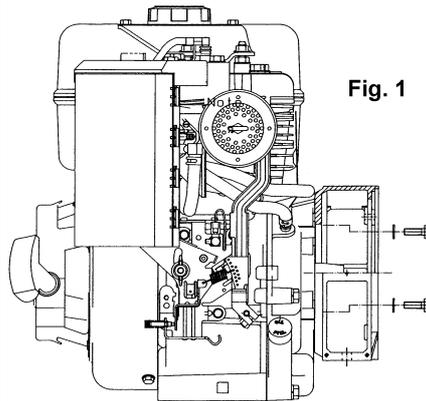
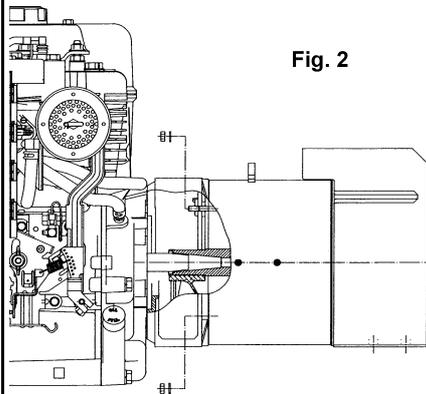
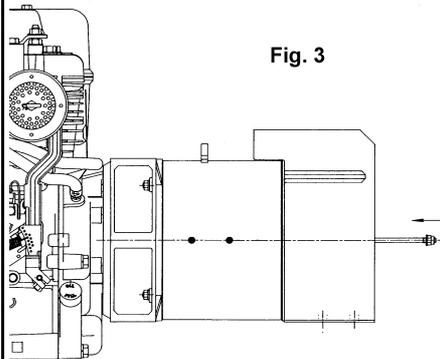
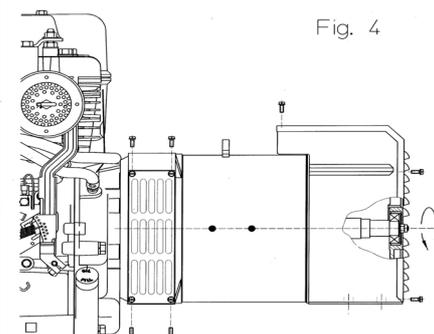

Fig. 1
Fig. 2
Fig. 3
Fig. 4
-) mount the front cover on the motor, fixing it with the appropriate screws and applying a tightening torque of $48 \pm 7\%$ Nm if using M10 screws or $21 \pm 7\%$ Nm for M8 screws (figure 1)
-) lock the alternator into the cover by fixing the four M8 nuts onto the bolts, applying a tightening torque of $16 \pm 7\%$ Nm (figure 2)
-) insert the central bolt into its housing and screw the nut (figure 3)
-) block the central stay rod, applying a tightening torque of $21 \pm 7\%$ Nm if you are using stay rods of M8, while if you are using M14 stay rods, apply a tightening torque of $120 \pm 7\%$ Nm; reassemble the lateral protective nets and the rear closing grid by applying a tightening torque of $3,5 \pm 7\%$ Nm to the M5 screws (figure 4)
| <p>En cas de montage d'un générateur série ECP3 ayant la forme constructive B3/B9, suivre les instructions suivantes:</p> <p>-) monter le couvercle avant sur le moteur en le fixant avec les vis prévues à cet effet et en appliquant un couple de serrage de $48\pm 7\%$ Nm si on utilise des vis M10 ou de $21\pm 7\%$ Nm en cas de vis M8 (figure 1)</p> <p>-) bloquer l'alternateur sur le couvercle en fixant les quatre écrous M8 sur les tirants, en appliquant un couple de serrage de $16\pm 7\%$ Nm (figure 2)</p> <p>-) enfiler le tirante central dans son logement et visser l'écrou (figure 3)</p> <p>-) bloquer le tirant central en appliquant un couple de serrage égal à $21\pm 7\%$ Nm si on utilise des tirants M8, alors que si on emploie des tirants M14, il faut appliquer un couple de serrage égal à $120\pm 7\%$ Nm; remonter les grilles de protection laterales et la grille de fermeture arrière en appliquant aux vis M5 un couple de serrage de $3,5\pm 7\%$ Nm (figure 4).</p> | <p>Bei Anschluß eines Generators der Serie ECP3 mit Bauform B3/B9 müssen die folgenden Anweisungen befolgt werden :</p> <p>-) den vorderen Deckel auf den Motor setzen und ihn mit Hilfe der entsprechenden Schrauben und einem Anzugsmoment von $48\pm 7\%$ festziehen, wenn Schrauben M10 verwendet werden, oder aber mit einem Anzugsmoment von $21\pm 7\%$ Nm bei Verwendung von Schrauben M8 (Abbildung 1)</p> <p>-) den Umwandler auf dem Deckel befestigen und ihn mit Hilfe der vier Schraubmutter M8 an den Zugstangen befestigen bei Aufbringen eines Anzugsmoments von $16\pm 7\%$ Nm (Abbildung 2)</p> <p>-) Die mittlere Zugstange in ihrem Sitz einstecken und die Schraubmutter schrauben (Abbildung 3)</p> <p>-) die zentralen Stellschraube mit einem Drehmoment von $21\pm 7\%$ Nm blockieren, sollten M8 Schrauben verwendet werden, während bei der Verwendung von M14 diese mit einem Drehmoment von $120\pm 7\%$ Nm anziehen; die seitlichen Schutznetze sowie das hintere Abschlußrost wieder aufsetzen und hierfür ein Anzugsmoment von $3,5\pm 7\%$ Nm auf die Schrauben M5 aufbringen (Abbildung 4).</p> | <p>En el caso de acoplamiento de un generador serie ECP3 con forma constructiva B3/B9, siga las instrucciones siguientes :</p> <p>-) monte la tapa anterior encima del motor sujetándola con sus tornillos y aplicando un par de torque de $48\pm 7\%$ Nm si utiliza tornillos M10, o de $21\pm 7\%$ Nm si utiliza tornillos M8 (fig. 1)</p> <p>-) sujete el alternador en la tapa fijando las cuatro tuercas M8 en los tirantes, aplicando un par de torque de $16\pm 7\%$ Nm (fig. 2)</p> <p>-) introducir el tirante central en su lugar y enroscar la tuerca (fig. 3)</p> <p>-) bloquear el tirante central aplicando una pareja de cierre igual a $21\pm 7\%$ Nm si se emplean tirantes M8, mientras, si se emplean tirantes M14, aplicar una pareja de cierre igual a $120\pm 7\%$ Nm; vuelva a montar las redecillas de protección laterales y la rejilla de cierre posterior, aplicando a los tornillos M5 un par de torque de $3,5\pm 7\%$ Nm (fig. 4).</p> |